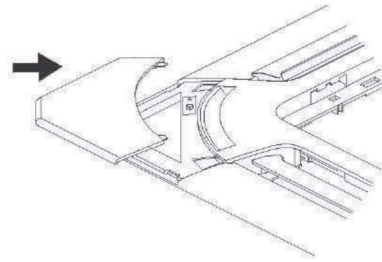

Abb. 10.6
- Befestigen Sie die Montageabdeckungen an den vier Ecken, indem Sie sie nach innen schieben. (Siehe Abb. 10.6)